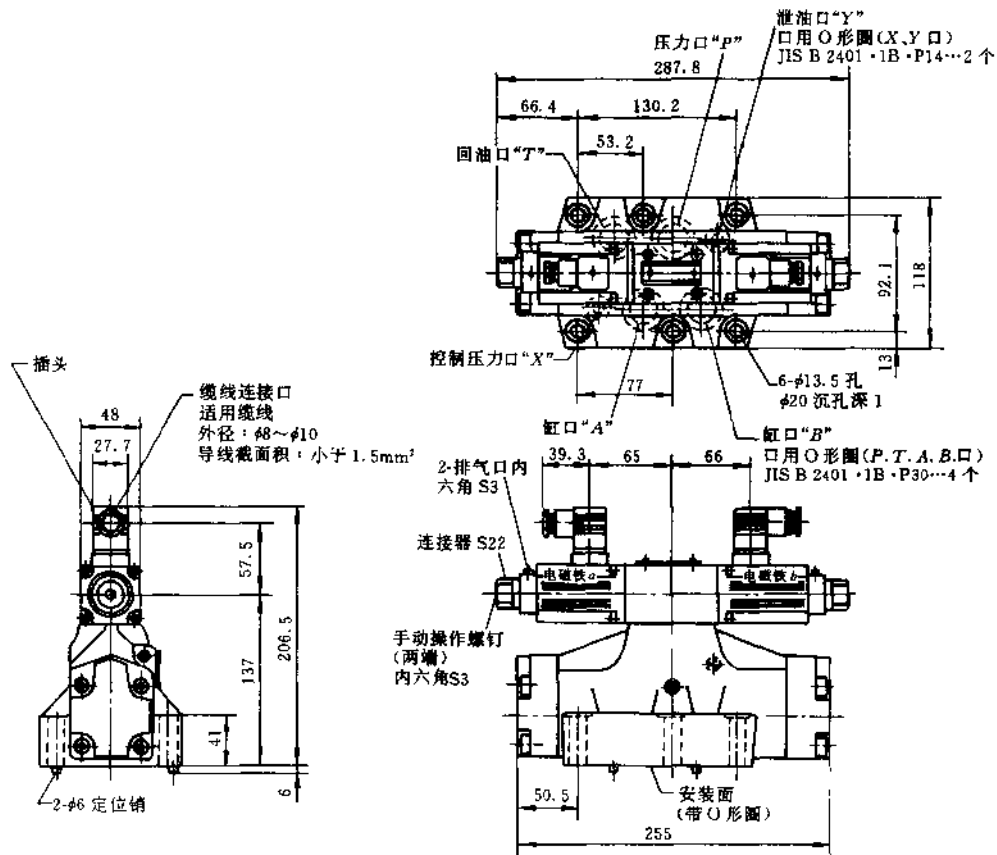

图 21.7-49 EDFHG-06 型电液比例换向阀外形尺寸
• EDFHG-06 型电—液比例换向阀外形尺寸 见图 21.7-49。